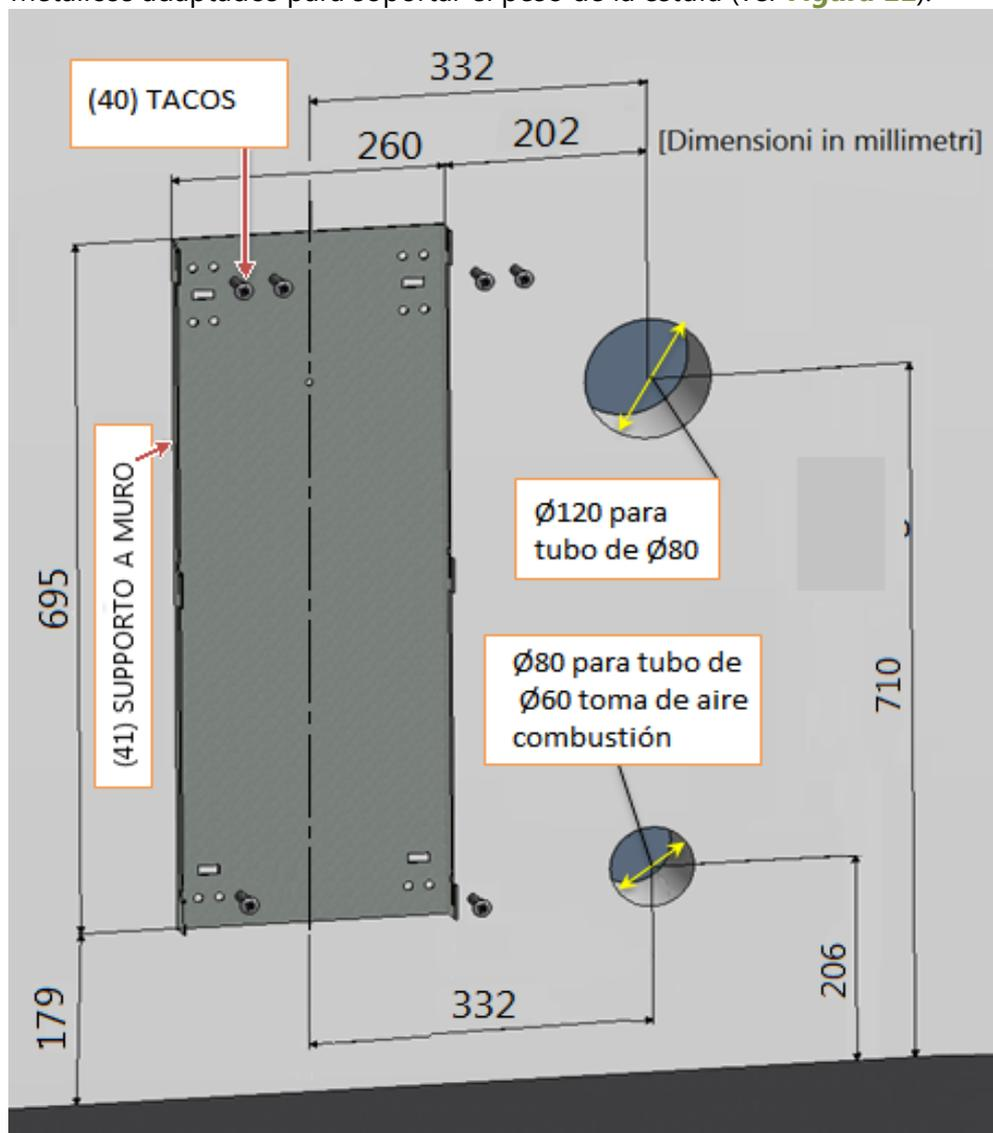
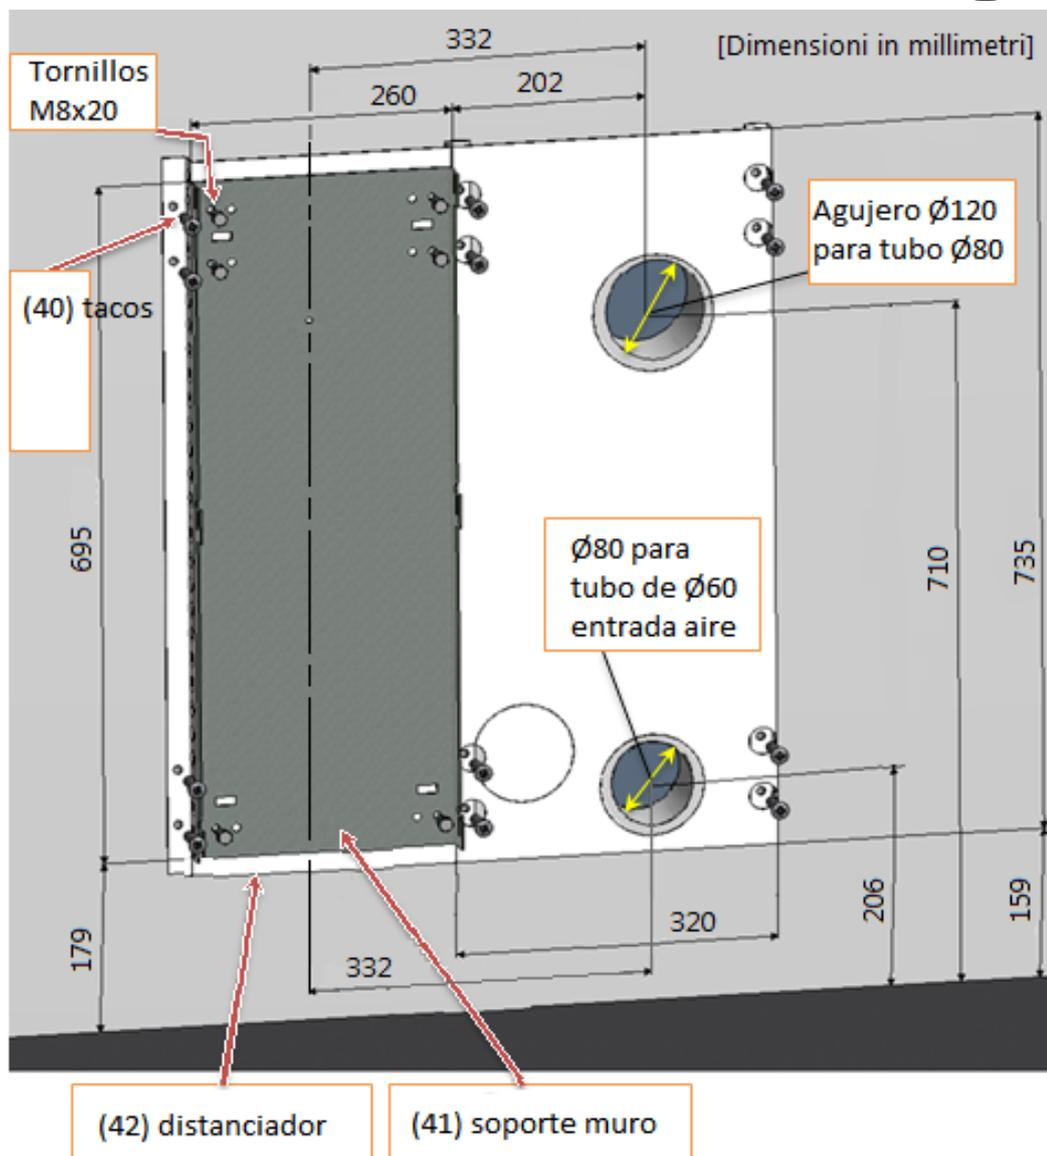

Figura 11
Figura 12
Llamara un técnico competente para preparar los agujeros de descarga de humos y entrada del aire de combustión (ver **párrafo 2.10, pág.9**), y para fijar al muro utilizar el soporte posterior (**Pieza 41, Figura 11**) con tacos metálicos adaptados para soportar el peso de la estufa (ver **Figura 11**).
En algunos países se considera pared inflamable incluso las realizadas en ladrillos y piedra. En el caso de fijar la estufa en una pared de material inflamable, fijar al muro un anterior soporte (**Pieza 42, Figura 12**), código WAL0002 (este soporte no está incluido con la estufa).
Llamara a un técnico competente para preparar los agujeros para la salida de humos y para la entrada de aire de combustión (ver **párrafo 2.10, pág. 9**), y para fijar al muro la pieza separadora (**Pieza 42, Figura 12**) y el soporte posterior (**Pieza 41, Figura 12**) con tacos metálicos preparados para aguantar el peso de la estufa (ver **Figura 12**).
- 2) Instalar la estufa como se indica en **Figura 11** o en **Figura 12**.